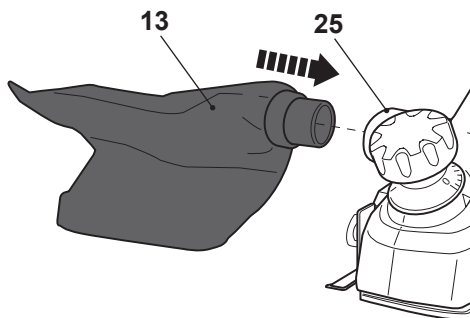

Fig. 1
- > Alignez le connecteur du sac à poussière [13] avec la sortie d'évacuation des poussières [25] et insérez-le jusqu'à la butée (Fig. 1).